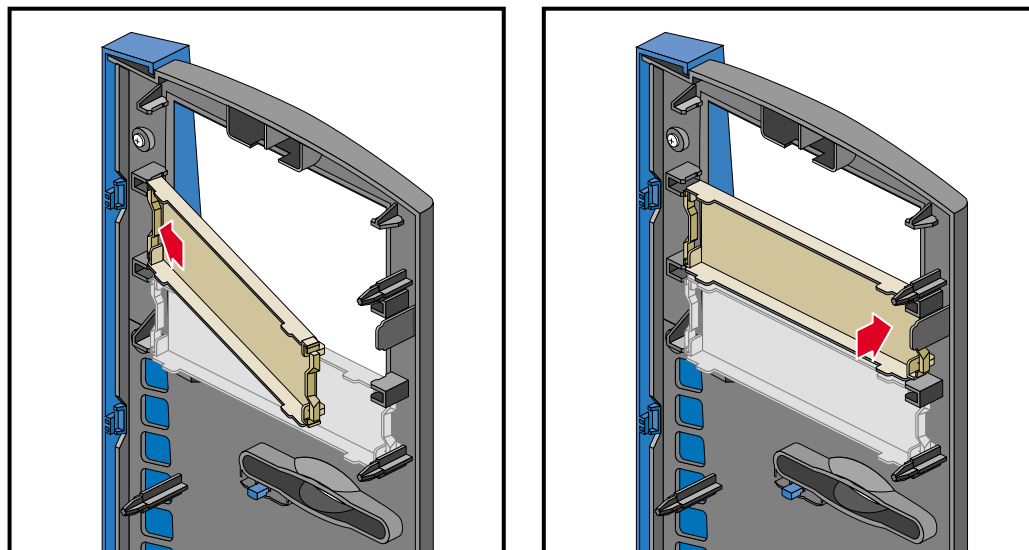

図2-10 ベゼルブランキングプレートの取り付け
- ブランキングプレートを取り付けるには、固定ノッチにブランキングプレートの一方向の端を挿入してから、もう一方の端をきちんとはまるまで押し込みます。図2-10にその手順を図示します。